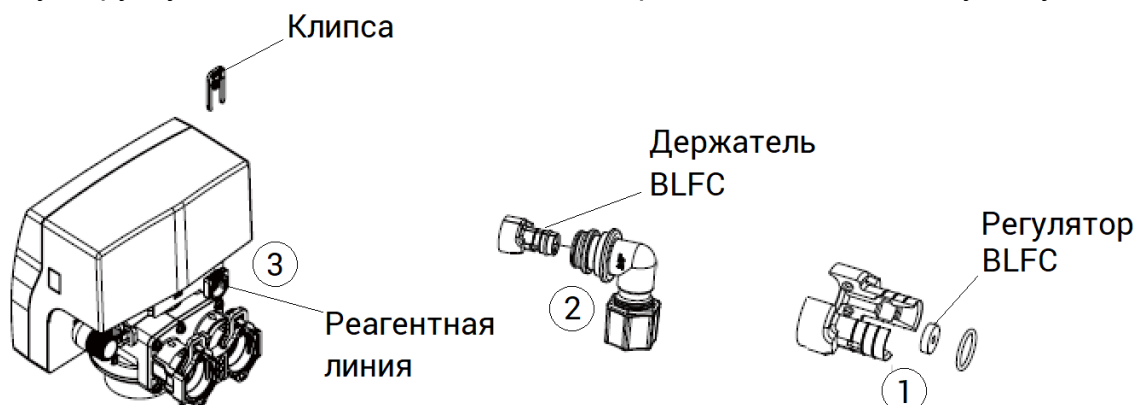

Рис. 6
9.15 Системы исполнения **Soft** и **ProMix** поставляются со стандартным $\frac{3}{8}$ " уголком заполнения реагентного бака (см. Рисунок 6), к которому можно легко подсоединить $\frac{3}{8}$ " гибкую трубку. В Системах исполнения **Iron** реагентная линия отсутствует.